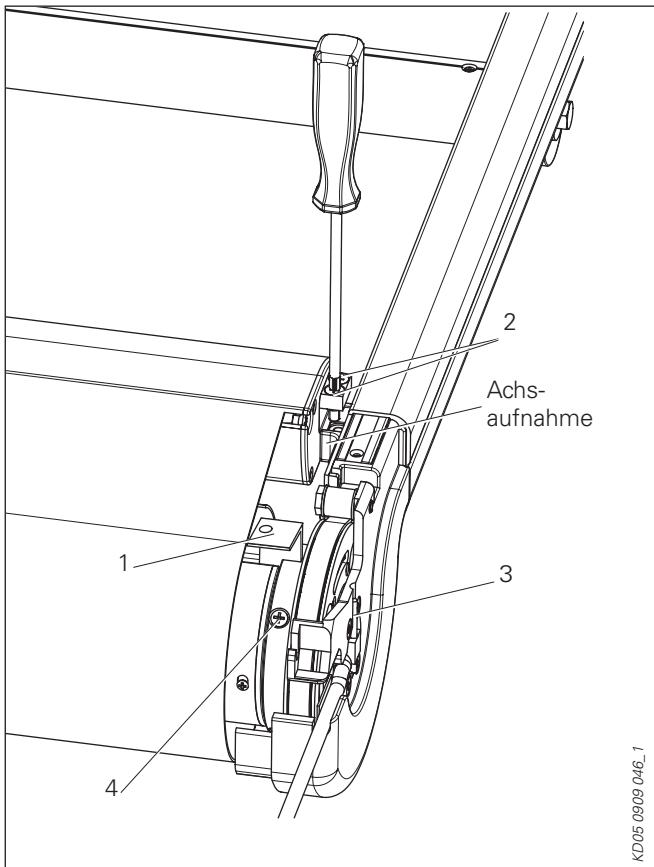
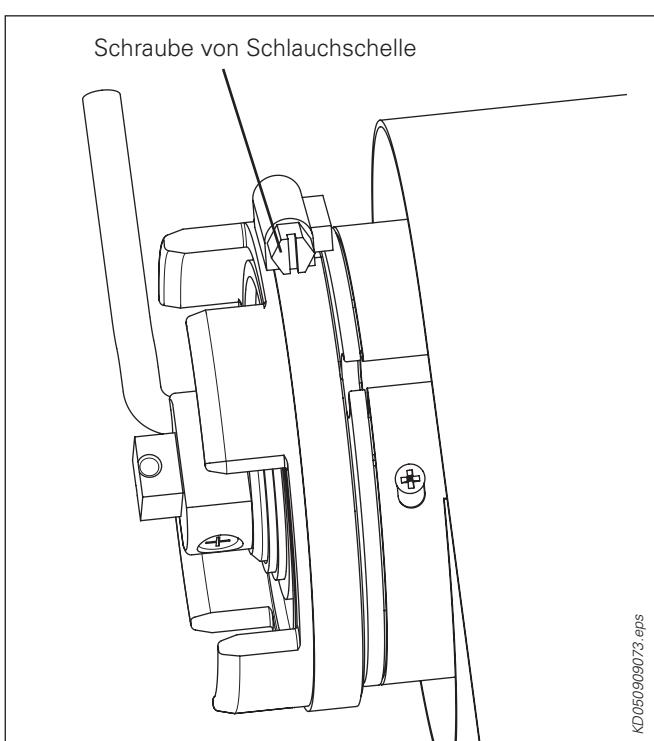

Abb. 1: W6 – Motorseite
Abb. 2: Anbringung Schlauchschelle (nicht möglich bei Sensorik)
- Transportsicherungs-Winkel einstecken (Abb. 1/1).
- FP losschrauben (Abb. 1/2).
- Auf der Motorseite die Konsolenabdeckung entfernen und den Bolzen 40x3 am Motorkopf ziehen (Abb. 1/3).
- Die vier radial angeordneten Schrauben aus der Klauenkupplung entfernen (Abb. 1/4).
- Gleiter in der Führungsschiene bis auf Anschlag an der Konsole schieben (Abb. 1).
- Achtung! Die vier radial angeordneten Schrauben der Klauenkupplung (Abb. 1/4) mit der Schlauchschielle gegen herausdrehen sichern (Abb. 2)! Schlauchschielle über den Schraubeköpfen anbringen. Schlauchschielle darf nirgends schleifen (nicht möglich bei Sensorik).
- Schlauchschielle (Art.Nr.: 802334) über die Klauenkupplung stülpen und über die Schraubenköpfe positionieren (Abb. 2).